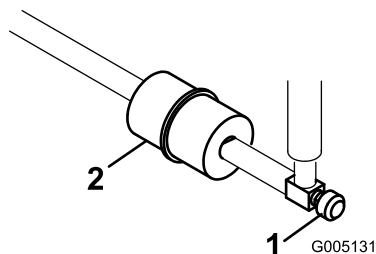

Figura 49
Nei tubi di alimentazione, tra il serbatoio del carburante ed il carburatore, è incorporato un filtro in linea (Figura 49). Sostituite il filtro ogni 800 ore o prima, qualora il flusso del carburante fosse ostacolato. Verificate che la freccia sul filtro sia diretta lontano dal serbatoio del carburante.
1. Chiudete la valvola di intercettazione del carburante, allentate la fascetta stringitubo dal lato carburatore e rimuovete il tubo di alimentazione dal filtro (Figura 49).
2. Collocate una bacinella di spurgo sotto il filtro, allentate la restate fascetta stringitubo e rimuovete il filtro (Figura 49).